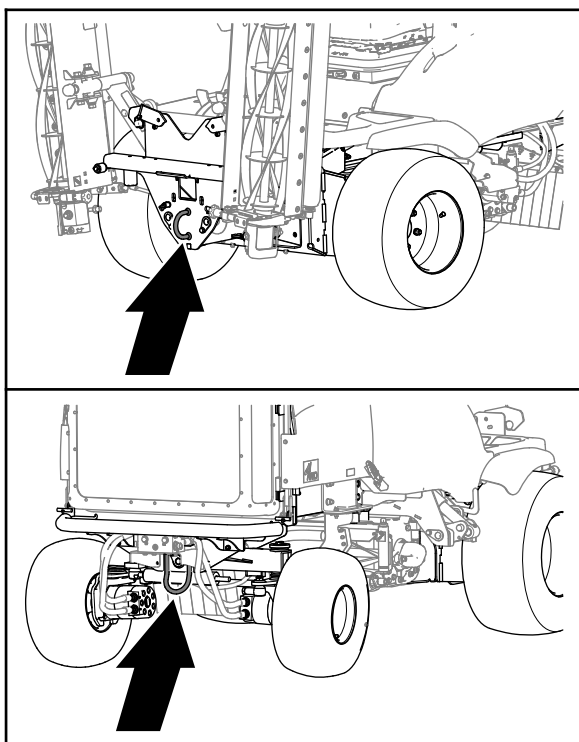

Figura 32
5. Ligue uma barra de reboque **rígida** entre o aro de reboque frontal da máquina e o veículo de reboque (Figura 32).